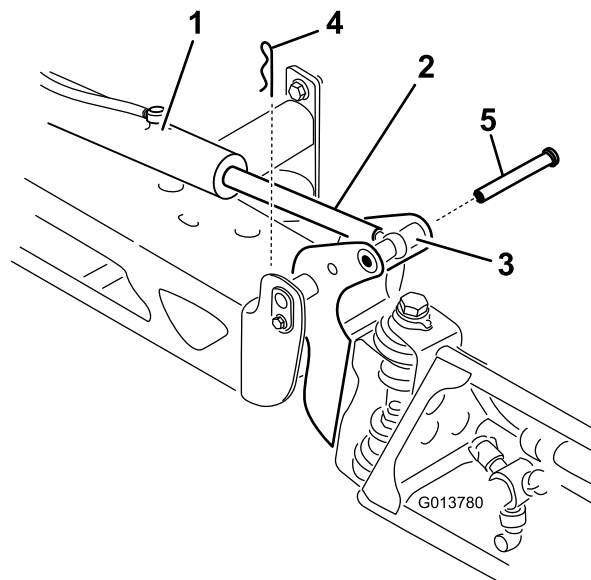

図 109
- ブームを持ち上げて、ピンを外し 図 109、ブームをゆっくりと床面に降ろす。
- ピボットピンからコッターピンを抜き取る 図 109。
9. ブームを支えながら、ブームのピボットとアクチュエータロッドにピンを通す (図 109)。